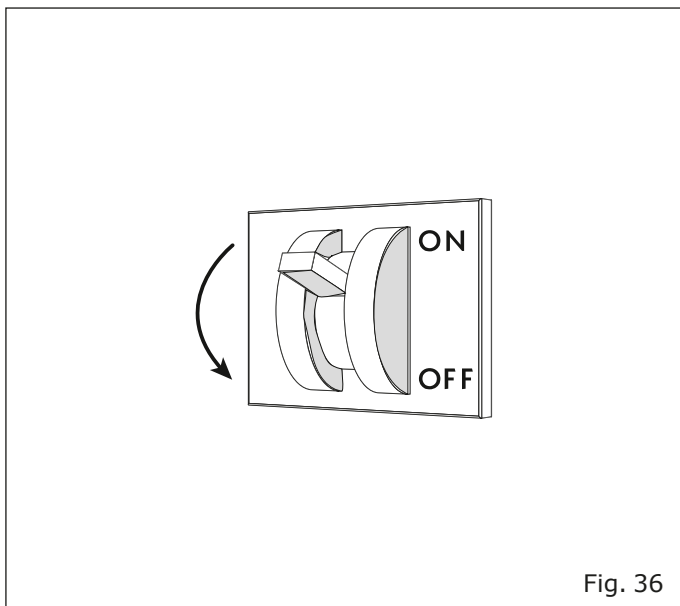

Fig. 36
- Togliere la tensione elettrica al banco tramite l'interruttore sezionatore generale a parete ("Fig. 36").